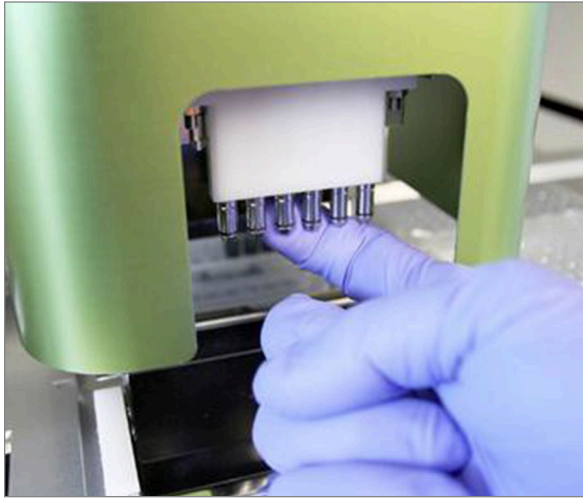

FIGURE 7.10 : Avec le doigt, appliquer une petite quantité de graisse de silicone NanoString sur les joints toriques
3. Pour lubrifier les joints toriques, revêtir des gants, prendre une petite quantité de graisse de silicone et frotter avec le doigt autour du joint torique, comme illustré dans la **FIGURE 7.10**.